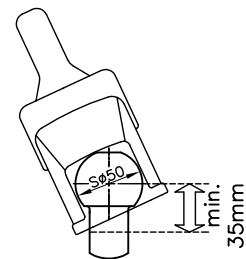

Bild 1: Kugelstange Zugfahrzeug
1.3 Die Zugkugelkupplung WS 3000/3500 kann nur zusammen mit Kuppelkugeln nach DIN 74058 / ISO 1103 eingesetzt werden, wenn der Kugelhals im Bereich von **35 mm frei von Anbauteilen** ist. (Bild 1) (statt 32 mm nach DIN 74058 / ISO 1103).